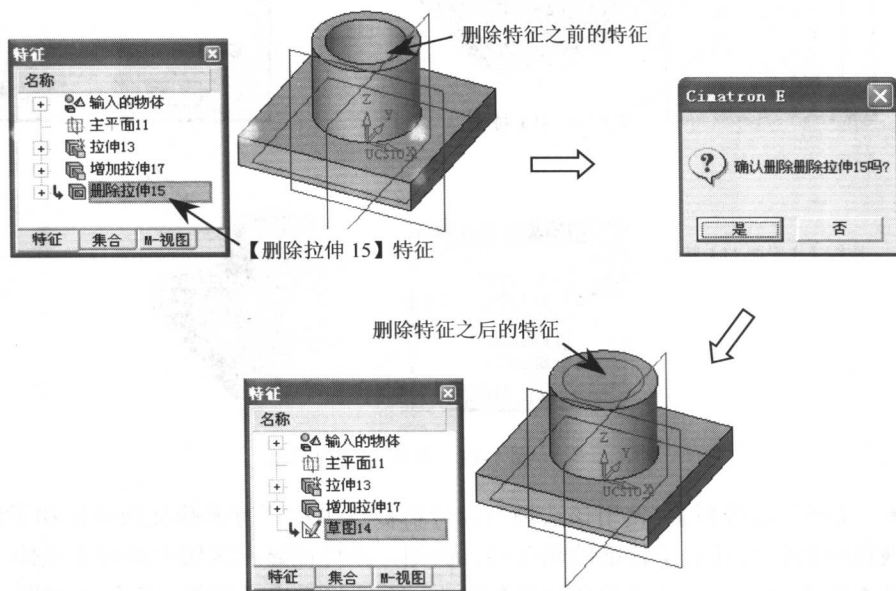

图 1-9 删除特征 1
• **【删除特征】**: 该选项用于删除被选中的特征。例如, 在特征显示区域中选择**【删除拉伸15】**特征, 然后在其右键菜单中选择**【删除特征】**选项, 系统将弹出提示对话框, 在该对话框中单击**是**按钮, 可以将**【删除拉伸15】**特征删除, 如图1-9所示。